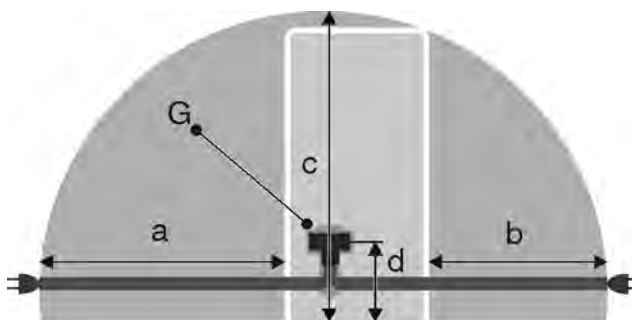

Fig. 35*
- Розетка находится не за устройством, а в зонах a или b *Fig. 35 (a, b, c)*.
- ▶ Штекер устройства *Fig. 35 (G)* подсоедините с задней стороны устройства. Следите за правильной фиксацией.